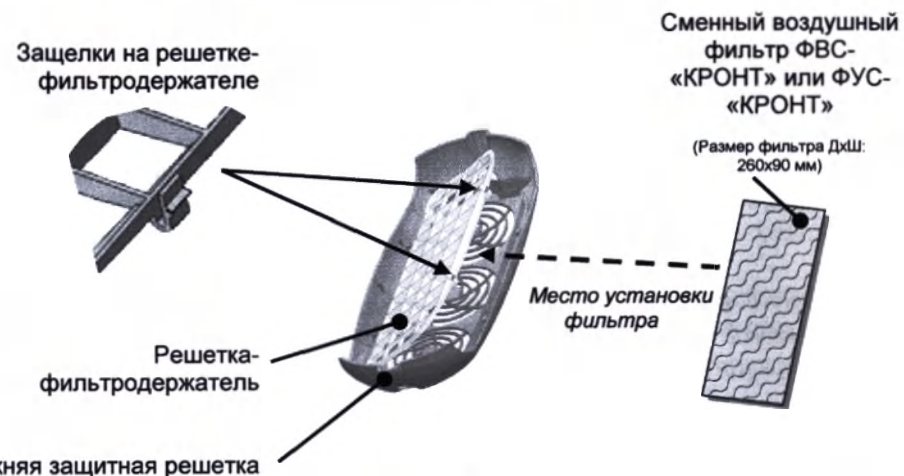

Рис.4
- Снять **решетку – фильтродержатель**, одновременно нажав на защелки (рис.4), и извлечь использованный фильтр, соблюдая правила обращения с инфицированными материалами (рис.4).